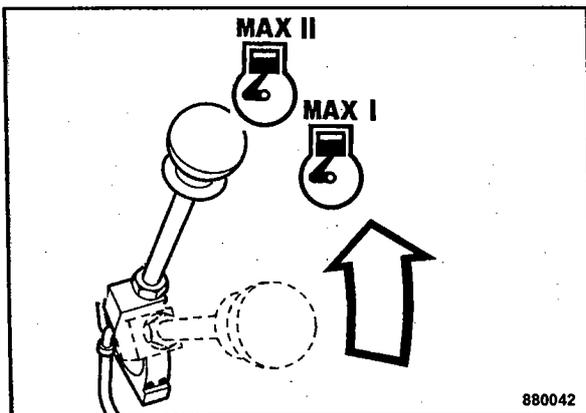

Fig. 49
- Colocar la palanca reguladora de revoluciones (Fig. 49) en posición de plena carga del motor "Max I" ó "MAX II".